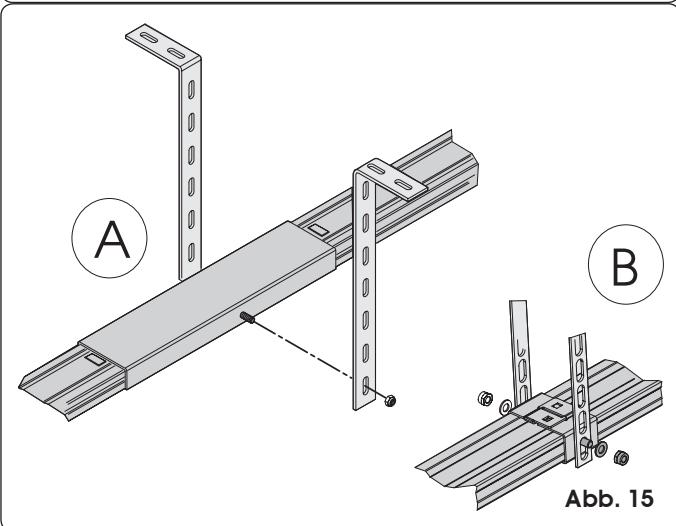

Abb. 15
- 13) Wenn eine zweiteilige Führung mit mittlerem Verbindungsstück (Abb. 15 Bez. A) oder mittlerer Halterung für Einzelschiene (Abb. 15 Bez. B – Extra) verwendet wird, die Befestigung an der Decke mit Hilfe der entsprechenden Bügel vornehmen und laut Angaben in den Schritten 9, 10 und 12 fortfahren (Abb. 15).